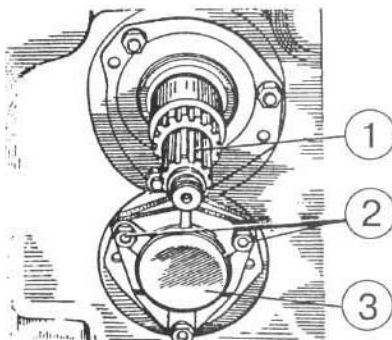

Рисунок 4.25
- а) выньте вал 1 (рисунок 4.25);